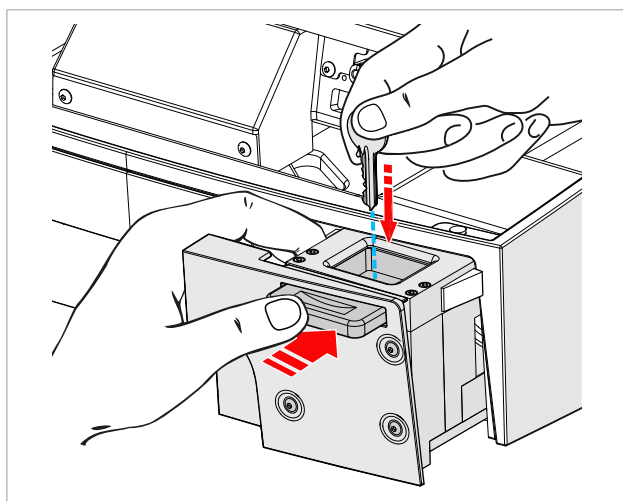

Fig. 95
- 3) Plaats de te lezen sleutel met de andere hand (Fig. 95).